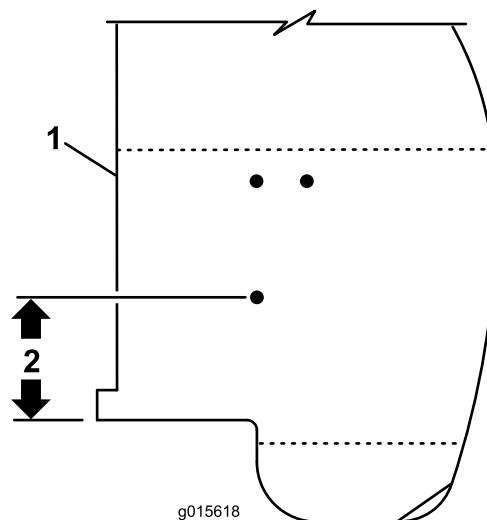

Figura 2
- Se il foro posteriore è situato a circa 7,0 cm dal bordo del parafango, come mostrato in Figura 2,